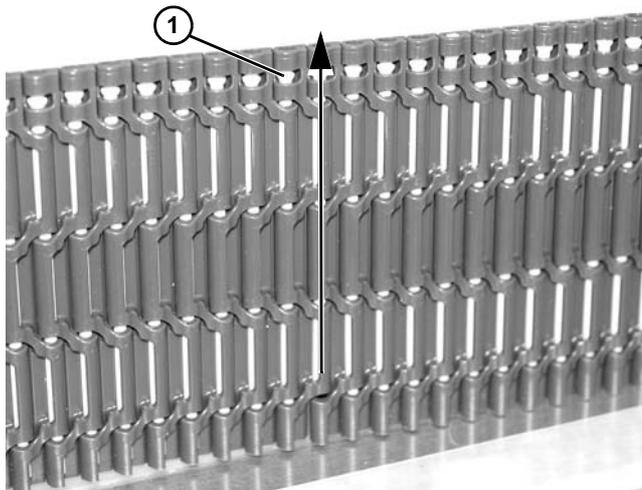

Figure 33
1. Choisir un maillon sur l'une des deux extrémités pour retirer la tige de raccordement. Localiser la tige sans dispositif de retenue (Figure 33, élément 1).